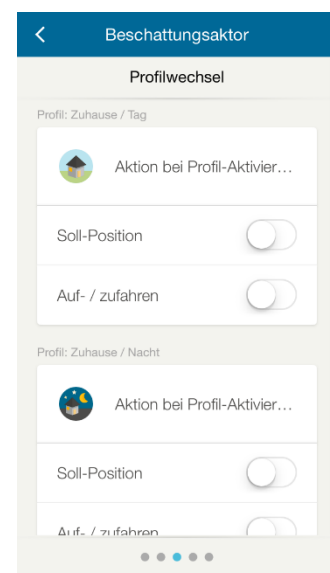

Bild 7
**Profilwechsel (Bild 7):** Hier kannst du Profilwechselaktionen des Aktors definieren. So hast du die Möglichkeit, eine bestimmte Soll-Position oder die Endlagen anzufahren wenn das entsprechende Profil gewählt wird.